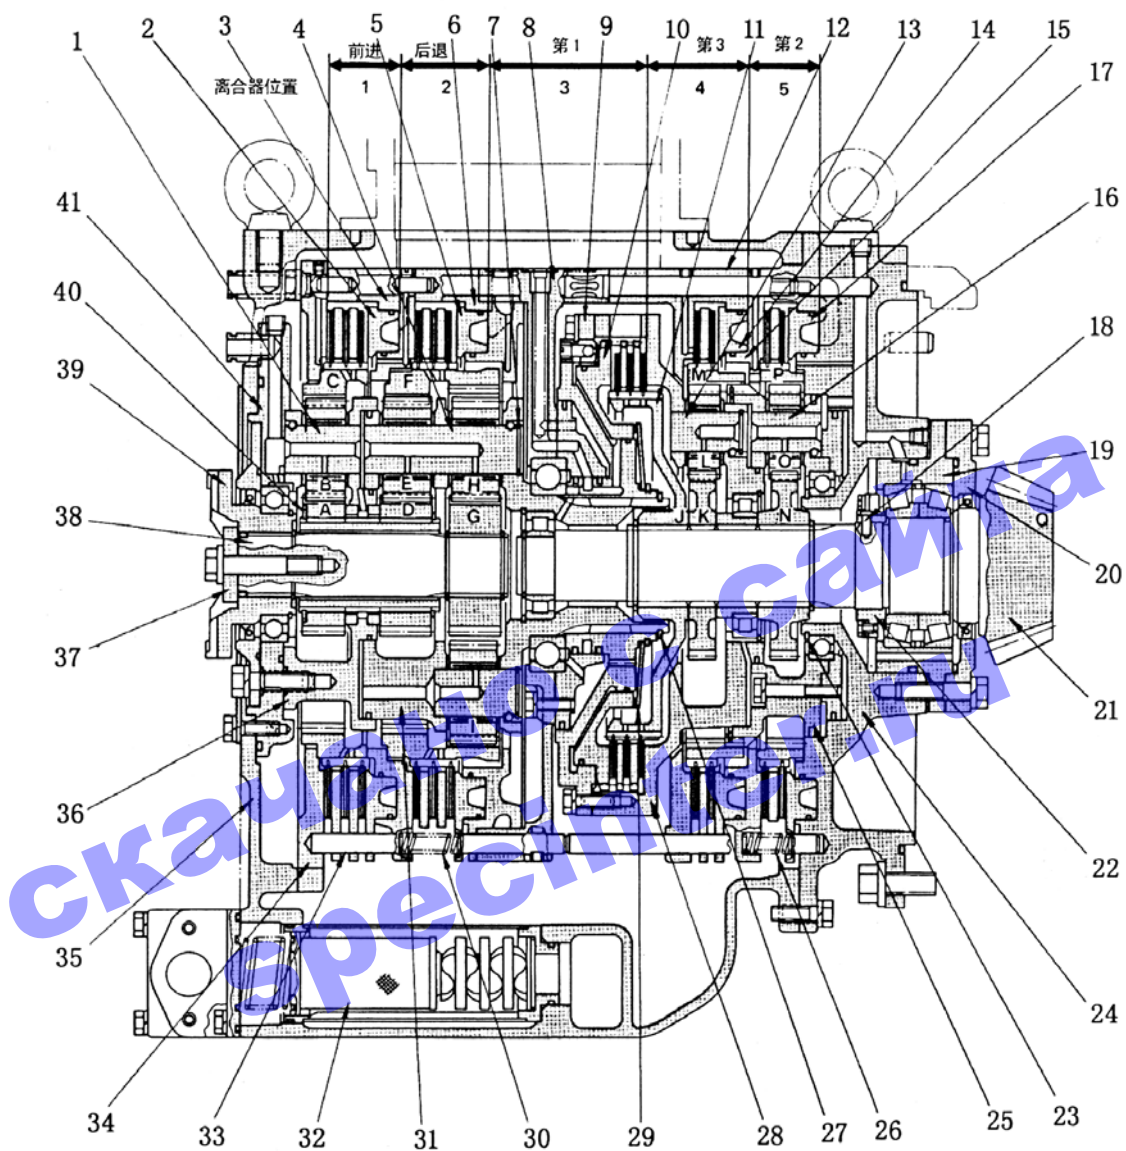

Рис. 5-10.
5.4 Картер трансмиссии (Рис. 5-10)